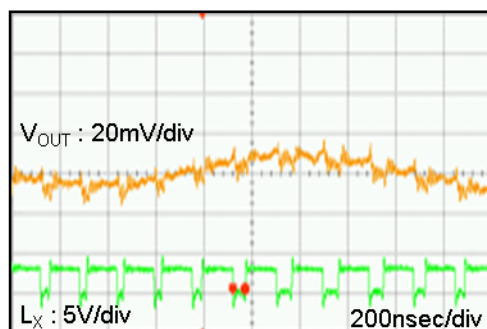
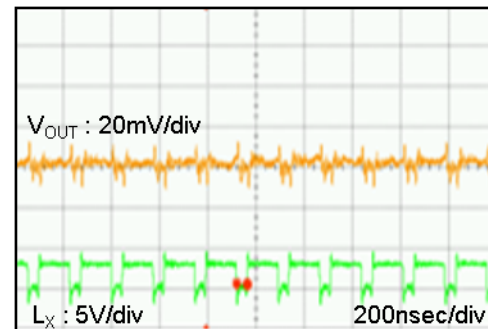

Fig.15-1 C_L 不足 ($C_L = 10\mu\text{F}$)
Fig.15-2 C_L 増強 ($C_L = 20\mu\text{F}$)
15) 低温時や DC バイアスによる C_L の容量抜けなどで、容量が不足する場合、Duty が安定しないことがあります。必要に応じて C_L を増強してください。(Fig.15-1、Fig.15-2 参照)